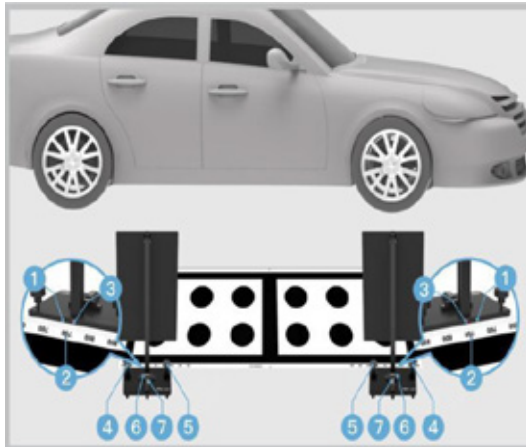

Abbildung 3-53 Positionieren und Einstellen der Kalibrierwerkzeuge
3. Platzieren Sie die beiden zusammengebauten Kalibrierungswerkzeuge wie in Abbildung 3-53 dargestellt. Vergewissern Sie sich, dass die Seite (①) mit der markierten Linie an der Basis des Zieltafelträgers an der Kante des Lineals (②) auf dem Muster anliegt.
4. Bewegen Sie den Zieltafelhalter nach links oder rechts, um die markierte Linie (③) auf 775 auf dem Lineal (②) auszurichten.
5. Drehen Sie die Bolzen (④) und (⑤) so, dass die Blasen in den Wasserwaagen (⑥) und (⑦) zentriert sind.